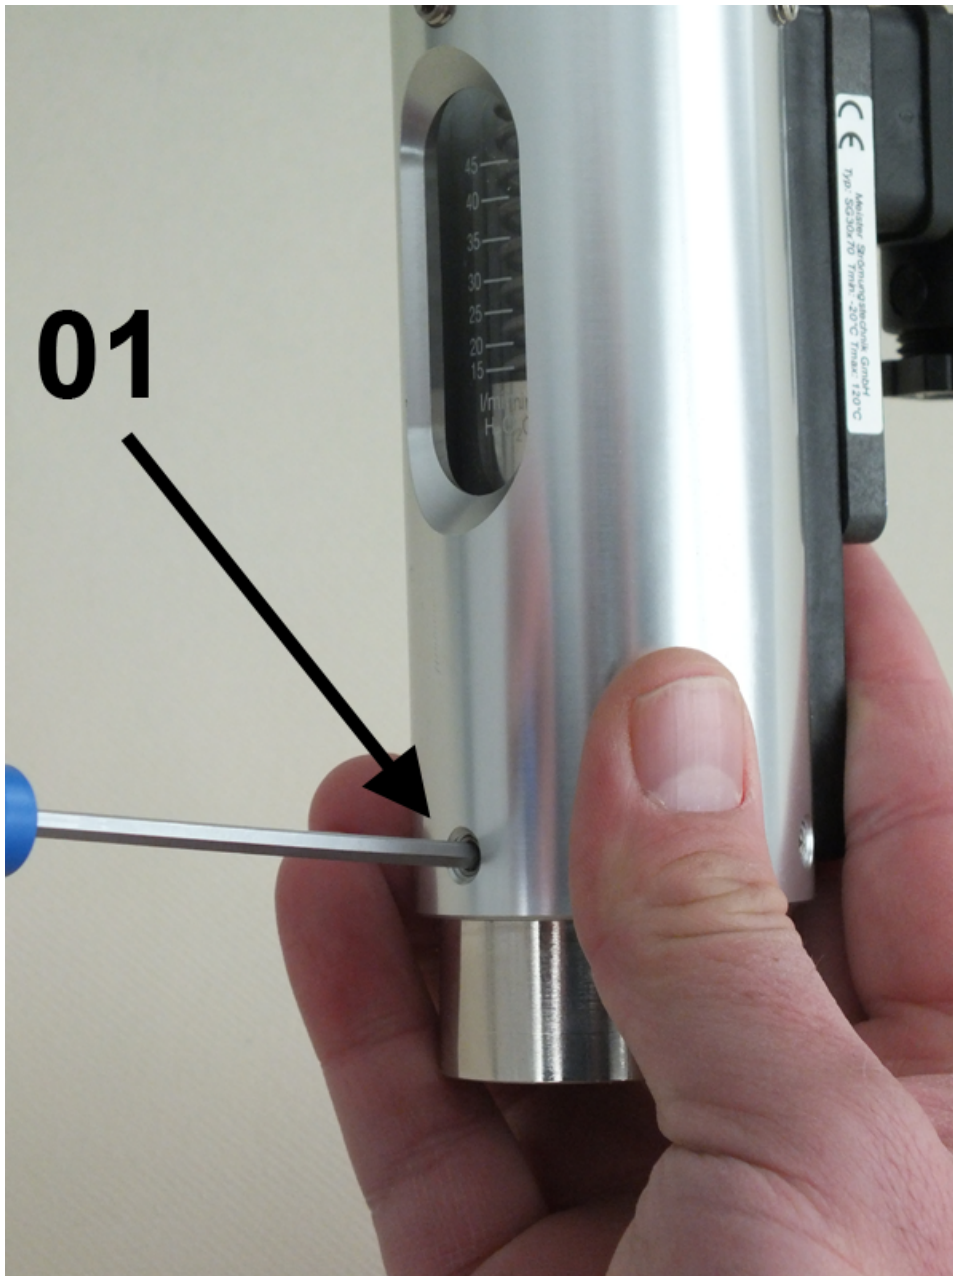

Abb. 43: Schrauben lösen
3.  Gerät mit einer Hand gegen Herausrutschen des Schauglases sichern, mit der anderen die unteren 3 Innensechskantschrauben (Abb. 43/01) lösen